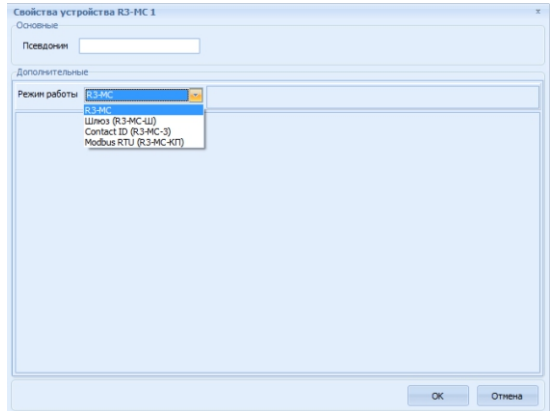

Рисунок 7.2
– в открывшемся окне «Свойства устройства R3-МС» в поле режим работы выбрать режим R3-МС-КП (по умолчанию выбран режим R3-МС (рисунок 7.2)